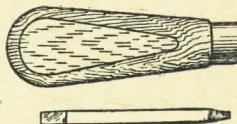

Рис. 24. Отвертка
2) **отвертку** (рис. 24) для отвинчивания и завинчивания винтов; она состоит из рукоятки и лезвия; широкий конец лезвия служит для отвинчивания (завинчивания) винтов: соединительного, дверцы, пружины дверцы и спусковой скобы, а узкий — для остальных винтов.